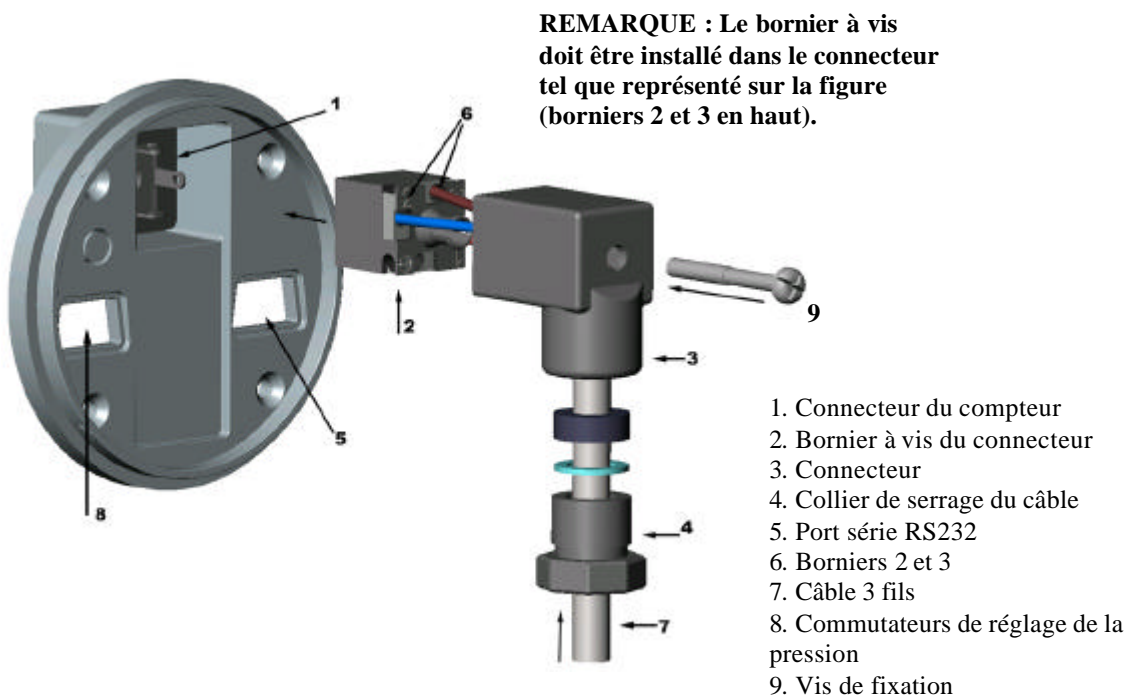

Figure 2. Câblage et installation du connecteur.
Afin d'obtenir une plus grande précision de la mesure dans les procédés pressurisés, réglez la pression transmise au DMT242 à l'aide des manocontacts (cf. Figure 2, point 8) tel que décrit au tableau 1. Le réglage en usine par défaut est 1 bar, correspondant au manocontact 4 en position ON.
5. Repositionnez le bornier à vis câblé exactement tel qu'indiqué à la Figure 2. Enfoncez la vis de fixation dans la douille du câble. Serrez le collier du câble. Insérez le connecteur câblé dans le connecteur du compteur. **REMARQUE** : La connexion est incompatible si le connecteur N'EST PAS positionné conformément à la Figure 2. Serrez la vis de fixation.